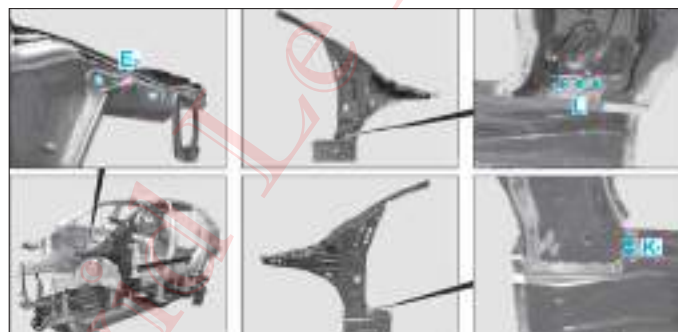

FIG. 49
- Souder les points dans la zone (K).
- Percer des trous ($\varnothing$ 6,5 mm) dans la zone (E₂) (Fig.49).